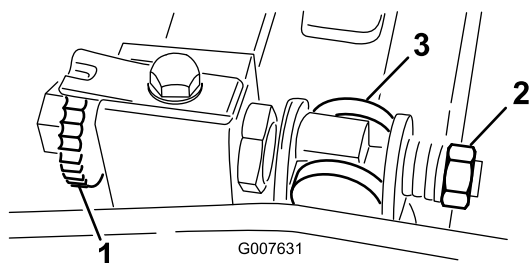

Рисунок 55
1. Поверните регулировочный винт планки неподвижного ножа против часовой стрелки, чтобы отвести неподвижный нож от барабана (Рисунок 55).
2. Отвинчивайте гайку натяжения пружины до тех пор, пока шайба больше не будет нажимать на неподвижную планку (Рисунок 55).